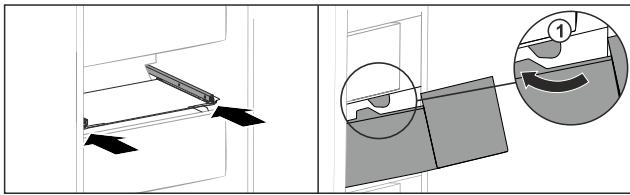

Fig. 144
- ▶ Schubfach um die Stopper Fig. 144 (1) herumführen.